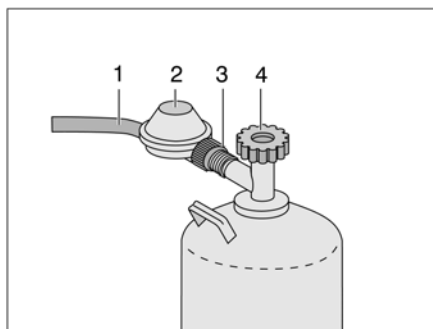

Bild 225 Anslutning gasflaska
- Stäng huvudavstängningsventilen (Bild 225,4) på gasflaskan. Beakta pilriktningen.
- Håll fast gstryckregulatorn (Bild 225,2) och lossa muttern (Bild 225,3) (vänstergänga).
- Tag bort gstryckregulatorn med gasslangen (Bild 225,1) från gasflaskan.
- Sätt gstryckregulatorn (Bild 225,2) med gasslangen (Bild 225,1) mot gasflaskan och dra åt muttern (Bild 225,3) för hand (vänstergänga).